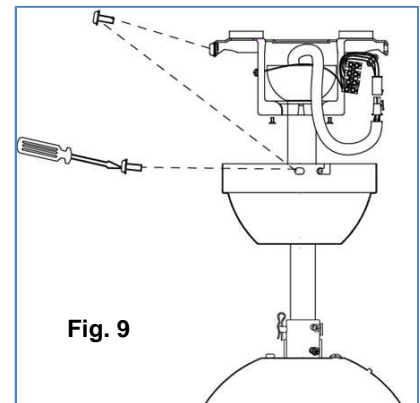

Fig. 9
- Cubra el soporte de montaje con el dosel. Asegúrese de que todo el cableado eléctrico está dentro del dosel y de que no ha sido dañado durante esta operación. Asegure el dosel al soporte de suspensión utilizando los tornillos suministrados. Fig 9.